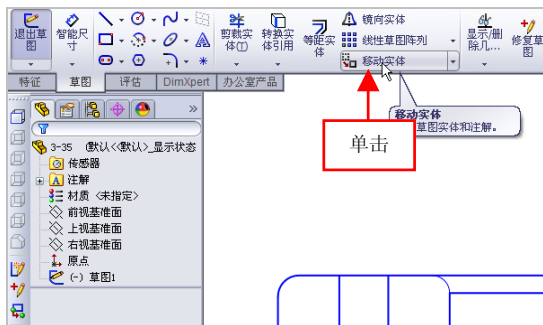

图 3-36 单击【移动实体】按钮
(2) 任意选择一条直线，弹出对话框，单击【编辑草图】按钮，进入草图环境，单击【移动实体】按钮，如图 3-36 所示。